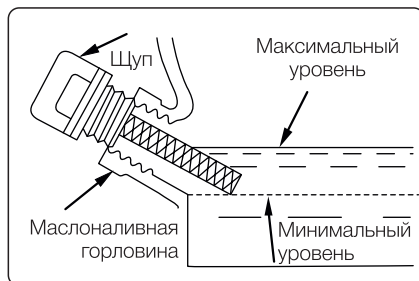

РИС.5
6. Правой рукой возьмитесь за рукоятку стартера с сопротивлением и выберите свободный ход шнура, затем сделайте несколько энергичных рывков шнура до первых признаков запуска двигателя (Рисунок 5).
7. Запустите двигатель рывком за рукоятку стартера (1-3 рывка) (Рисунок 5).